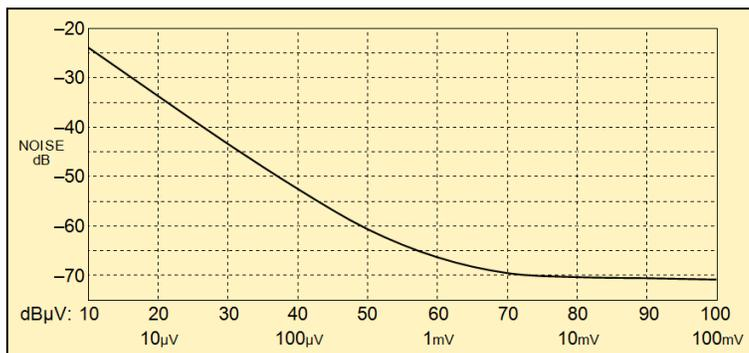

Figura 1 – Desempeño del SNR del Modelo 525N
(Vea Figura 1)
- La Figura 1 grafica el piso de ruido de la salida de audio del programa contra el nivel de RF en el conector de la antena. El rendimiento de señal a ruido del 525N es una función directa del nivel de RF entrante. Las cifras que se muestran hacen referencia al 100% de modulación con un ancho de banda de audio de 10 kHz y un de-énfasis de NRSC.